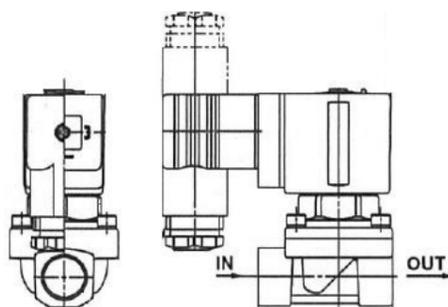

Abbildung 6 VXED2130 DIN-Stecker Ausführung
- Interne Verbindungen werden in Abbildung 6 gezeigt. Stellen Sie die Anschlüsse an die Spannungsversorgung entsprechend her.